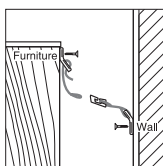

Figura 4
- Atornille los soportes murales en los agujeros ya perforados en el tabique con los tornillos de 4 cm incluidos junto con el producto (Figura 4).
- Ubique los soportes marcados «furniture» y las marcas que usted puso encima del mueble en la etapa 1. Sirviéndose de esos soportes, ponga unas marcas sobre el mueble de modo que coincidan con las del muro y luego perforo los agujeros preliminares. Atornille los soportes en estos agujeros con los tornillos de 2,5 cm incluidos junto con el producto (Figura 4).